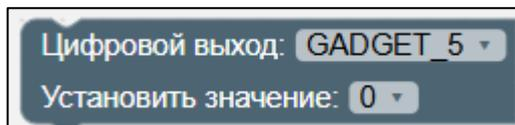

Рисунок II-47 – Блок «Цифровой выход. Установить значение»
9. Блок «Цифровой выход. Установить значение» (см. Рисунок II-47).